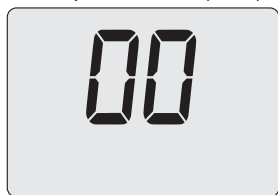

Figura 9.29
- Utilizzando i tasti 16 o 17 (Figura 9.21) è possibile modificare il valore del parametro A01 (Figura 9.29).